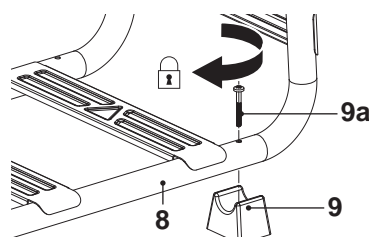

Fig. 1
1. Alignez le pied [9] avec le trou de l'armature [8] (Fig. 1).